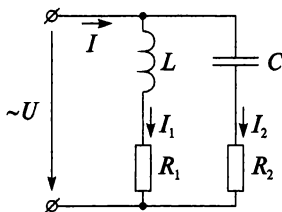

Рис. 10.18
Теперь рассмотрим резонанс токов в контуре с потерями, в котором $R \neq 0$ (рис. 10.18).
4. Постройте треугольники проводимостей и мощностей в режиме резонанса токов для цепи, изображенной на рис. 10.18.